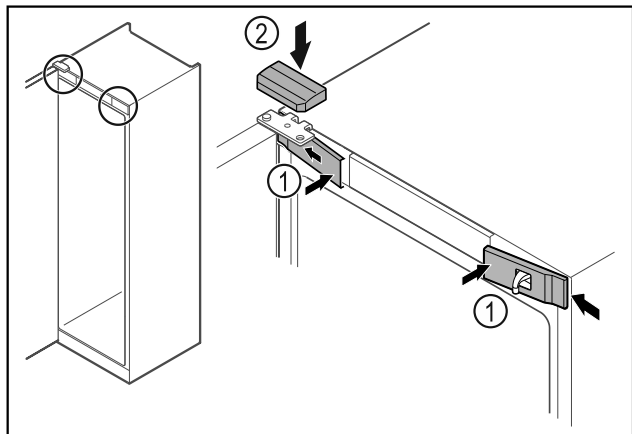

Fig. 47
- ▶ Akassza be oldalt az első burkolatokat Fig. 47 (1), majd pattintsa be.
- ▶ Felülről pattintsa be a felső burkolatot Fig. 47 (2).